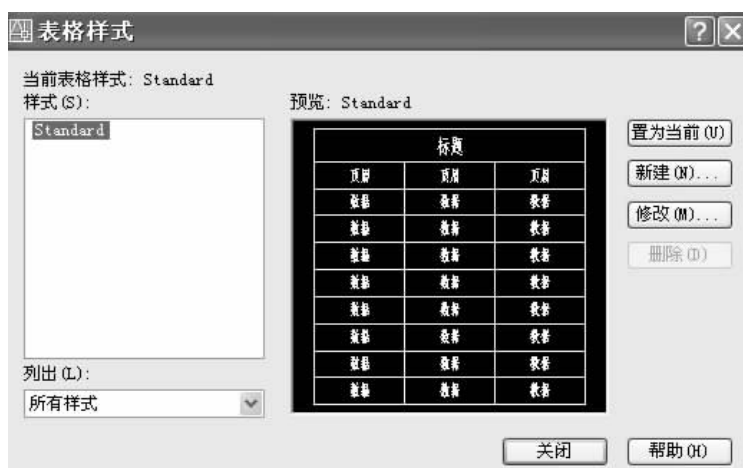

图 2.14 “表格样式”对话框
① 表格样式设置 选择所建表格的样式。单击“浏览”按钮  可以打开“表格样式”对话框 ,如图 2.14 所示 ,在“表格样式”对话框中 ,可对样式进行修改。